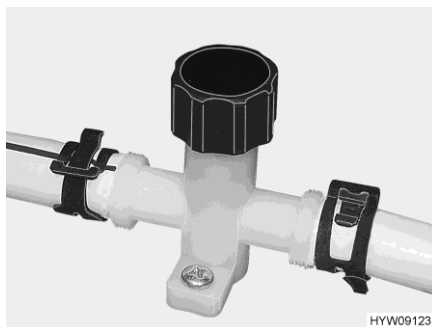
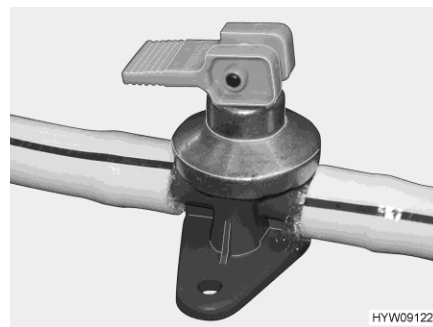

Fig. 146 Rubinetto di scarico (tubatura dell'acqua)
Fig. 147 Rubinetto di scarico (boiler Alde)
- Chiudere i rubinetti di scarico. Ruotare i coperchi (Fig. 146) in senso orario e posizionare la leva a bilanciere (Fig. 147) in posizione orizzontale.
- Aprire i rubinetti di scarico. A questo scopo, ruotare il coperchio (Fig. 146) in senso antiorario e posizionare verticalmente la leva a bilanciere (Fig. 147).